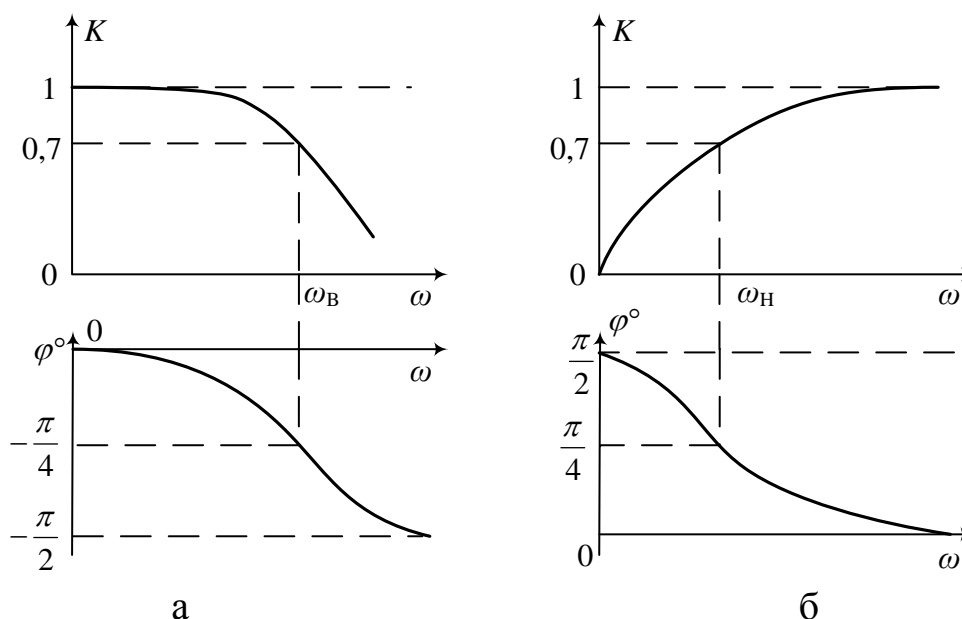

Рис.1.2. Амплитудно- и фазочастотные характеристики интегрирующей (а) и дифференцирующей (б) цепей
На рис. 1.2 показаны амплитудно-частотные (АЧХ) $k(\omega)$ и фазочастотные (ФЧХ) $\varphi(\omega)$ характеристики интегрирующей и дифференцирующей цепей. Если считать граничной частотой пропускания цепи ту ча-
Значение τ можно определить по переходной характеристике RC -цепей (см. рис. 1.2). Интегрирующая цепь имеет характеристику фильтра низких частот, дифференцирующая – фильтра высоких частот.
4) Исследовать переходные характеристики интегрирующей цепи. Для этого на вход цепи подавать с многофункционального генератора прямоугольных колебаний импульсы амплитудой 1 В, периодом колебаний 6 мс, длительностью 3 мс. Зарисовать форму выходных импульсов. По осциллограмме определить постоянную времени цепи в соответствии с рис. 1.2. сравнить полученную величину с результатами расчетов п. 3.